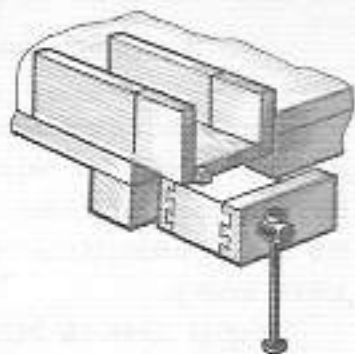

Рисунок 9. Крепление стула в зажиме верстака.
1. Взять стусло и закрепить его в зажиме верстака (рисунок 9).